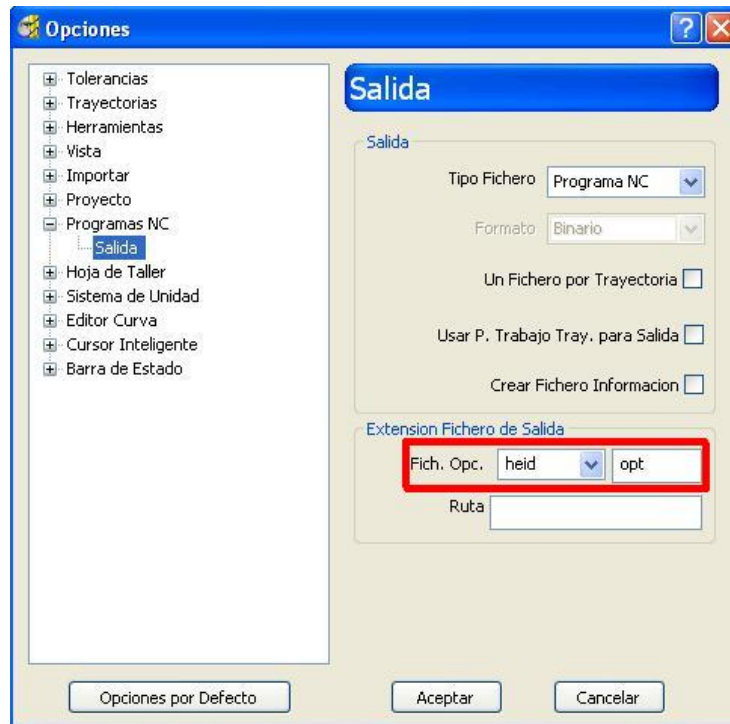

Figura 2.137 Cuadro de diálogo Opciones.
- Hacer clic en el botón Opciones . El cuadro de diálogo Opciones aparece con el panel Salida visible (Figura 2.137).
- a. Desde la lista desplegable Fichero Opciones en la zona Extensión Fichero de Salida, seleccionar heid (Figura 2.137).